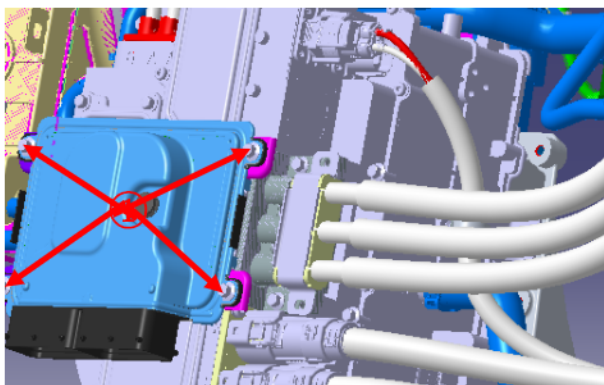

图 25
步骤 1：按照对角顺序依次将图 25 所示序号①螺栓拧开；
步骤 2：将图 25 所示序号①螺栓按对角顺序依次拧紧，固定 ECM；